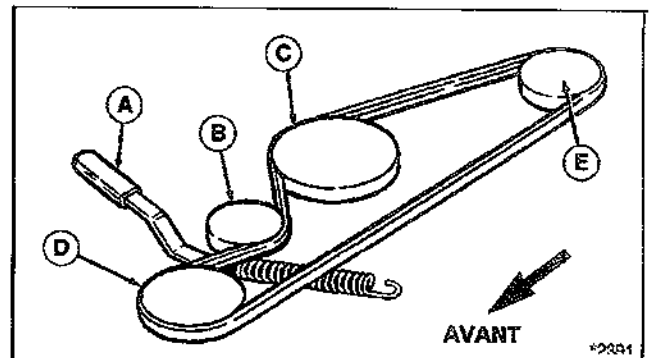

Figure 22. Schéma avec poulie du plateau de coupe de 30"
2. Si le plateau de coupe n'est pas déposé, mettre la tondeuse en position basse. Tirez le bras de la poulie-guide (A, figure 22) pour relâcher la tension de la courroie. Ôter la courroie de la poulie-guide (B) et centrer la poulie de l'arbre (C).
3. Ôter la courroie de la poulie-guide frontale (D) et de la poulie d'embrayage électrique (E).
4. Remplacez l'ancienne courroie par une neuve. S'assurer que le côté V de la courroie coulisse autour de toutes les poulies, sauf la poulie-guide (B)